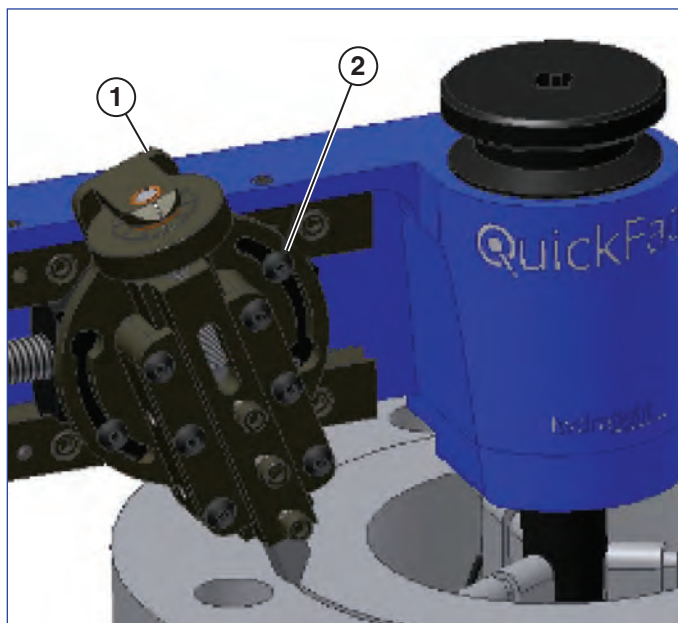

Figure 11
2. Desserrer les vis du chariot porte-outil pour le basculer. L'angle souhaité pour le chariot est situé entre 10 et 30 degrés de la perpendiculaire. S'assurer que le chariot est suffisamment basculé pour pouvoir traverser l'ensemble de la face en une fois, sans être à bout de course (**voir figure 11**). Le QuickFace coupe du DE vers le DI.